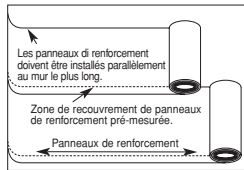

Figure 13
- La sous-couche du plancher flottant comporte déjà un ruban à double face qui permet de raccorder les sections de sous-couche qui se chevauchent (Figure 13). Si la sous-couche ne requiert pas un adhésif, apposer le ruban fourni sur toutes les jointures.